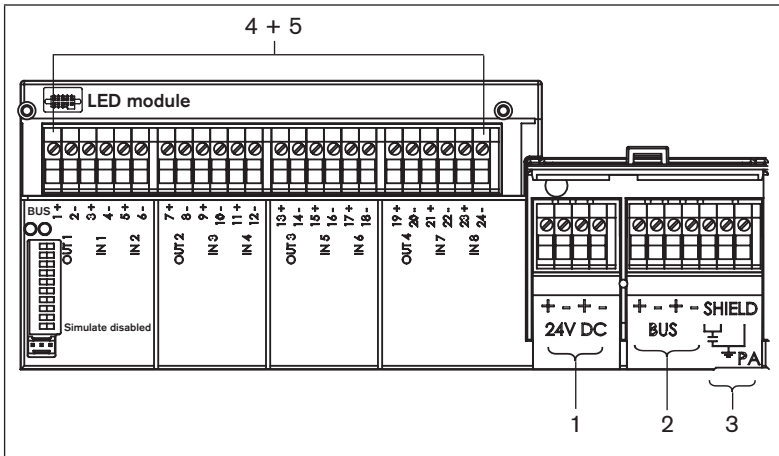

Bild 6-2: Übersicht Klemmen und Ausgänge
- Schließen Sie den Kabelschirm an der rechten Klemme an (siehe Bild 6-2 Position 3).
- Schließen Sie den Kabelschirm an den linken 2 Klemmen an (siehe Bild 6-2 Position 3).